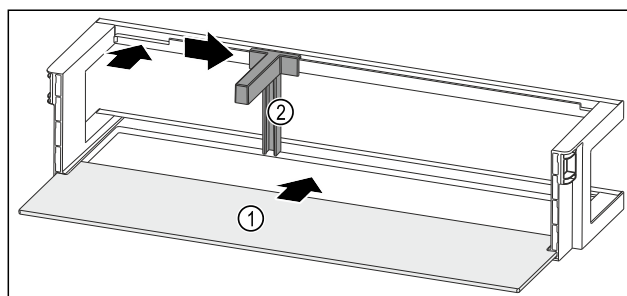

Fig. 150 Balconcino controporta con ripiano
- Inserire il ripiano Fig. 150 (1) negli incavi laterali.
- Inserire il fermabottiglie Fig. 150 (2) nell'incavo.
- Fare scorrere il fermabottiglie Fig. 150 (2) lateralmente alla posizione desiderata.